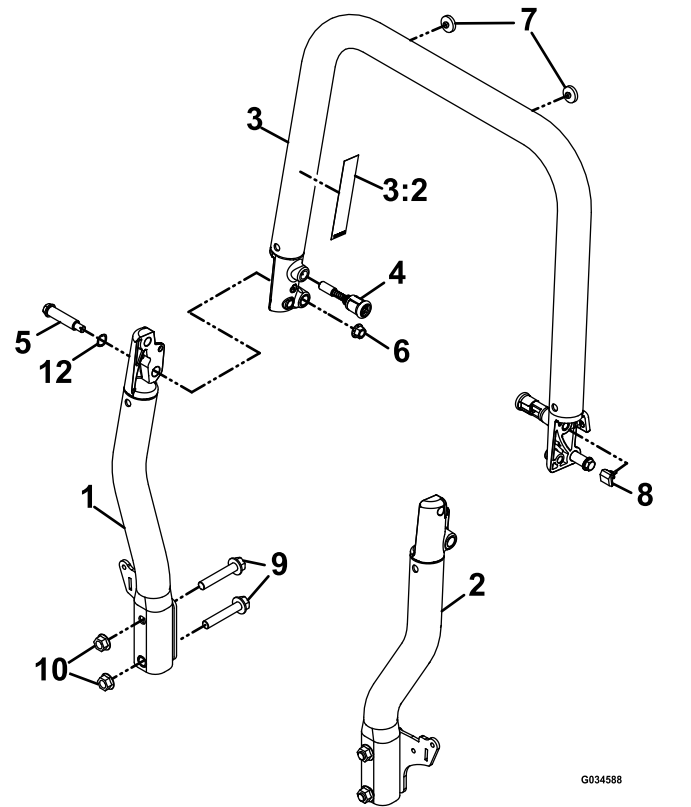

Figure 1
2. Fixez légèrement les montants inférieurs du système ROPS de chaque côté sur la tondeuse à l'aide de deux vis ($\frac{5}{8}$ po-11 x $3\frac{1}{2}$ po, grade 8) et de deux écrous Whizlock ($\frac{5}{8}$ po), comme montré à la Figure 1.
3. Placez les boulons de pivot à épaulement dans les montants inférieurs moulés du système ROPS et assemblez le tube supérieur sur les montants inférieurs au moyen des fixations montrées à la Figure 1.